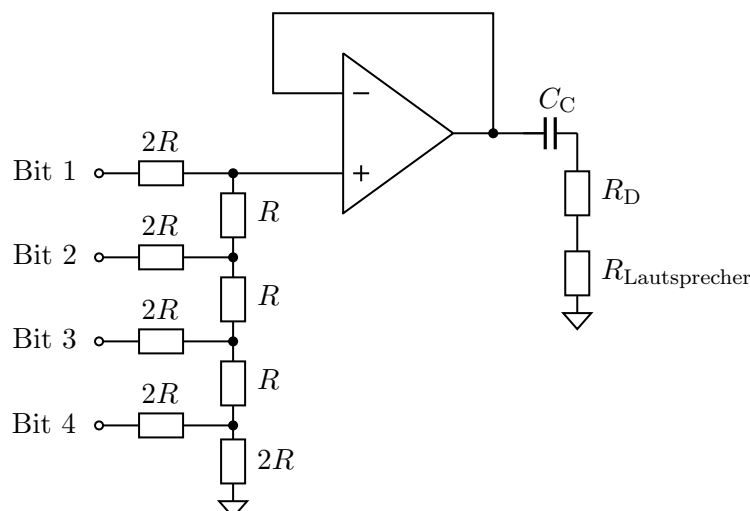
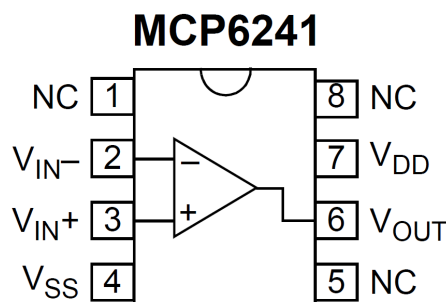

Abbildung 22: Gesamtschaltung der Lautsprecheransteuerung
Abbildung 24: Pin-Konfiguration Operationsverstärkers MCP6241
Die Gesamtschaltung von R2R-Netzwerk, OPV, Kondensator, Widerstand und Lautsprecher ist in Abbildung 22 dargestellt. Der Lautsprecher kann dabei als Widerstand dargestellt werden.
- Stecken Sie den Verstärker (OPV) auf das Steckbrett und verbinden Sie die Spannungsversorgungen V_{DD} und V_{SS} nach dem in Abbildung 24 angegebenen Schaltbild. Verbinden Sie anschließend die Eingänge des OPVs wie in Abbildung 22 dargestellt mit dem Ausgang des R2R-Netzwerks und mit dem Ausgang des OPVs selbst.